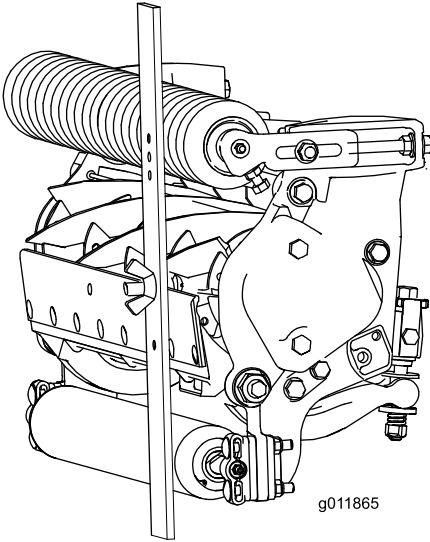

图19
3. 将螺丝头钩在底刀的刀刃上并将调刀尺的后端放到后滚筒上 图19。
4. 旋转调节螺丝直到前滚筒接触到调刀尺 图19。调整滚筒的两端直到整个滚筒与底刀平行。